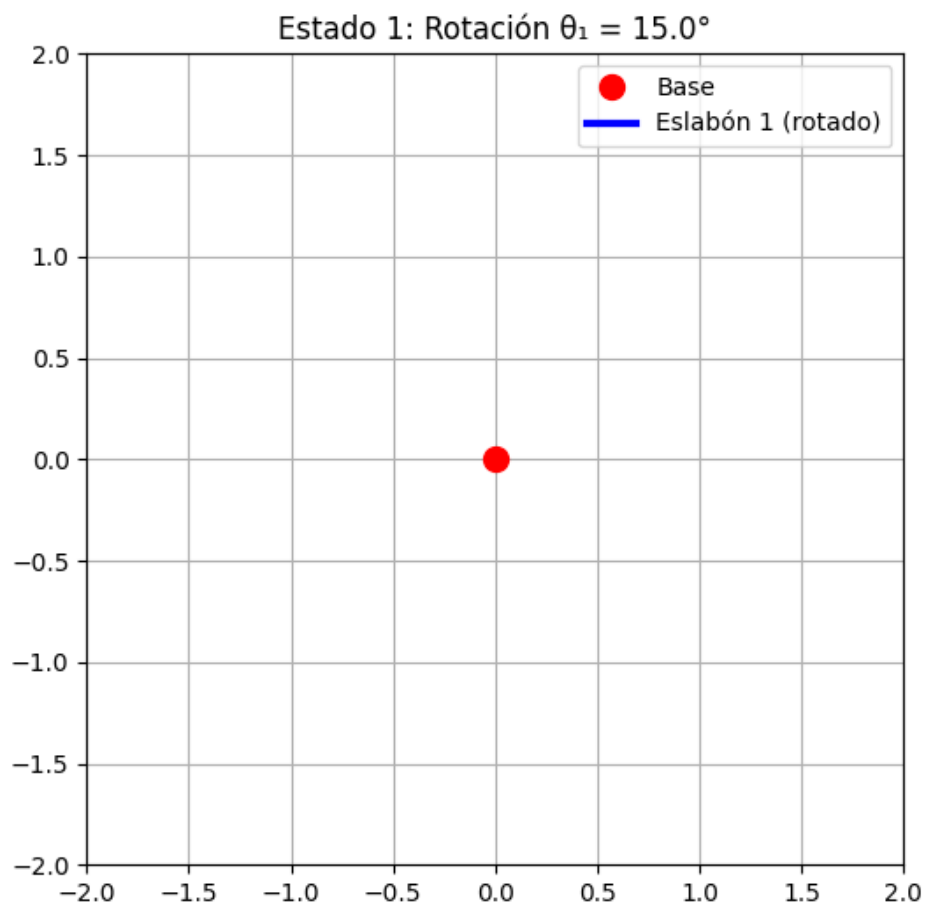

Figura 2: Estado 1: Despues de  $\_0H1$  (rotación  $\theta_1$ )
- **Figura 2:** Se realiza la rotación de  $\theta_1$  sin embargo no se visualiza porque aún no se aplica la translación.